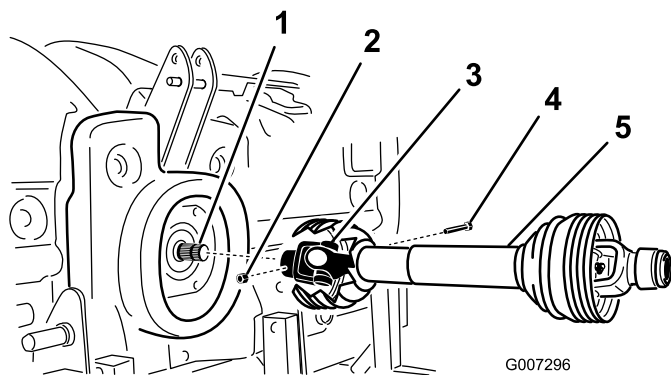

Bild 11
2. Bauen Sie die Zapfwelle mit einer Schraube ($\frac{1}{2}$ " x 3") und einer Mutter ($\frac{1}{2}$ ") an die Getriebeantriebswelle der Maschine (Bild 11).